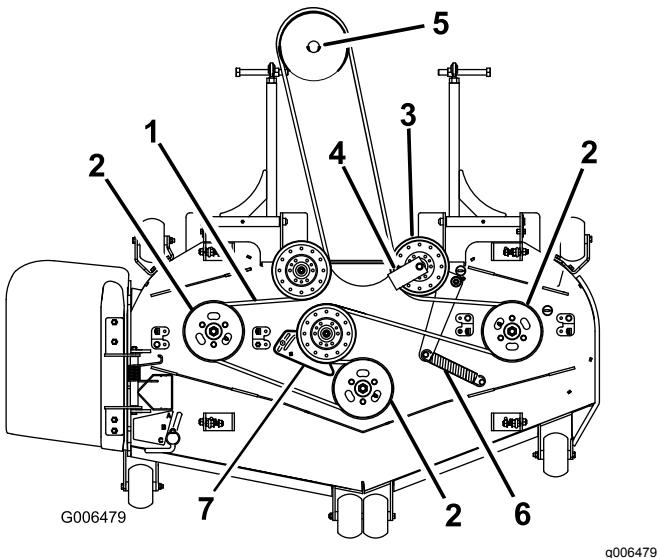
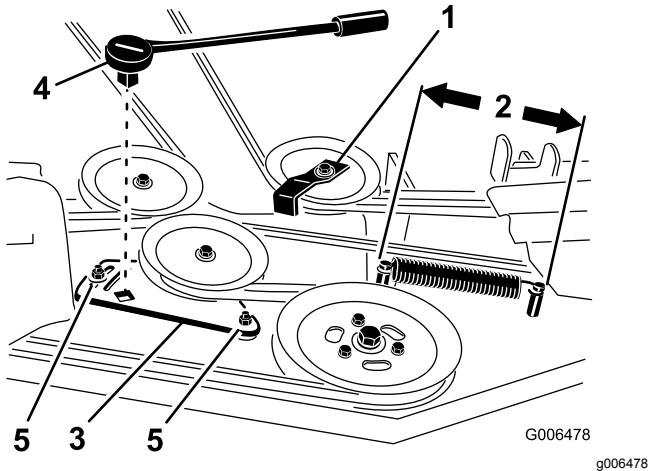

Bild 82
Bild 84
6. Lösen Sie für 183-cm-Mäher die Schrauben der Spannscheibenplatte, mit denen die Spannscheibenplatte befestigt ist (Bild 84).
8. Nehmen Sie die Riemenführung an der gefederten Spannscheibe ab, wie in Bild 82 und Bild 84 abgebildet.
10. Verlegen Sie den neuen Riemen um die Mähwerk- und Getriebespansscheiben unter dem Motor (Bild 82).
11. Setzen Sie die Riemenführung an der gefederten Spannscheibe mit einem Winkel von 45 Grad ein, wie in Bild 82 und Bild 84 abgebildet. Ziehen Sie die Schraube mit 37-45 N·m an.
12. Haken Sie die Spannscheibenfeder in die zwei Streben ein (Bild 82 und Bild 84).
4. Messen Sie die Federlänge (Bild 84). Wenn die Federlänge zwischen 25,4 cm und 26 cm (Strebe zu Strebe) liegt, ist keine Einstellung erforderlich.
5. Lösen Sie die Schrauben, mit denen die Spannscheibenplatte befestigt ist (Bild 84).
6. Setzen Sie eine Rätsche oder ein Brecheisen in das rechteckige Loch in der Spannscheibenplatte ein, um die Spannung einzustellen (Bild 84).
7. Drehen Sie die Rätsche oder das Brecheisen, um die Spannscheibenplatte zu bewegen, bis die Länge der Spannscheibenfeder zwischen 25,4 cm bis 26 cm (Strebe zu Strebe) liegt, wie in Bild 84 abgebildet.
8. Halten Sie den Riemen gespannt und ziehen Sie die Schrauben der Spannscheibenplatte an, mit denen die Spannscheibenplatte befestigt ist (Bild 84).